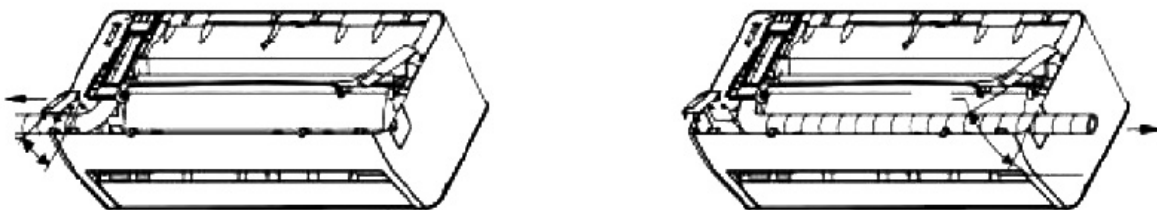

**Fig.5**
- Taladre los agujeros como muestra la Fig. 5. Los agujeros, de 80 mm de diámetro, deberían estar ligeramente inclinados hacia afuera.
- Corte los tubos de PVC con un pequeño ángulo y algo más cortos que el grosor de la pared, e insértelos en el agujero. (Fig.5)